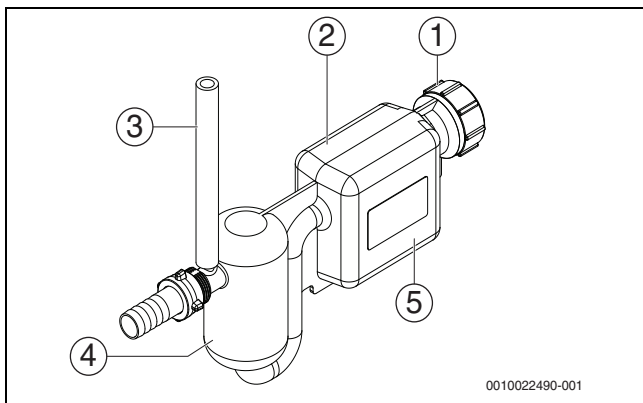
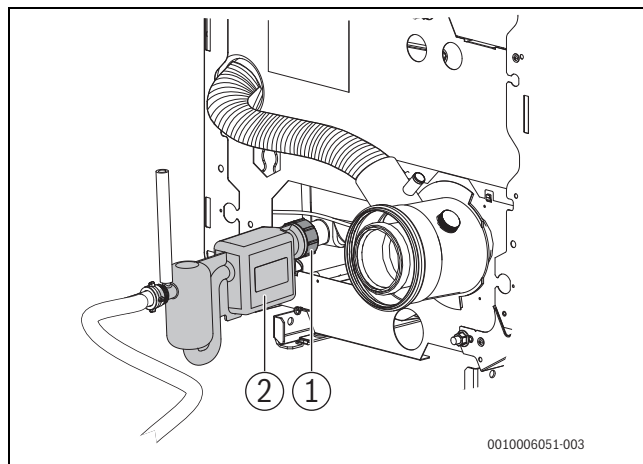

Рис. 81 Сифон, версия 2
Рис. 82 Чистка конденсатной ванны с сифоном версии 2
- ▶ Разъедините резьбовое соединение на присоединительном патрубке конденсатной ванны [1] и снимите сифон [2] (→рис. 82).
- ▶ Заполните сифон (→ рис. 81; расширительный бак [4] и грязеуловитель [5]) водой.
- ▶ Привинтите сифон (→ рис. 81) к присоединительному патрубку конденсатной ванны (→ рис. 82).
- ▶ Через шланг для удаления воздуха (→ рис. 81 [3]) залейте воду и при этом убедитесь, что сифон заполнен водой полностью.